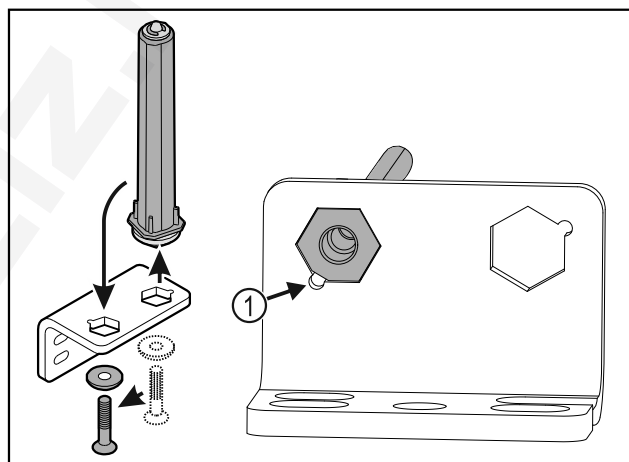

Fig. 22
- Ügyeljen arra, hogy felhelyezéskor a csapszeg élettörése Fig. 22 (1) a kerek furat felé mutasson.